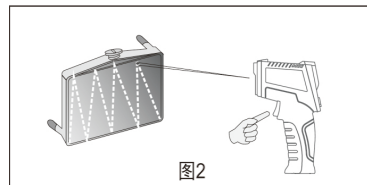

图2
1. 按住开关按钮（如图2），同时将测温仪激光点慢慢上下移动进行扫描定位。